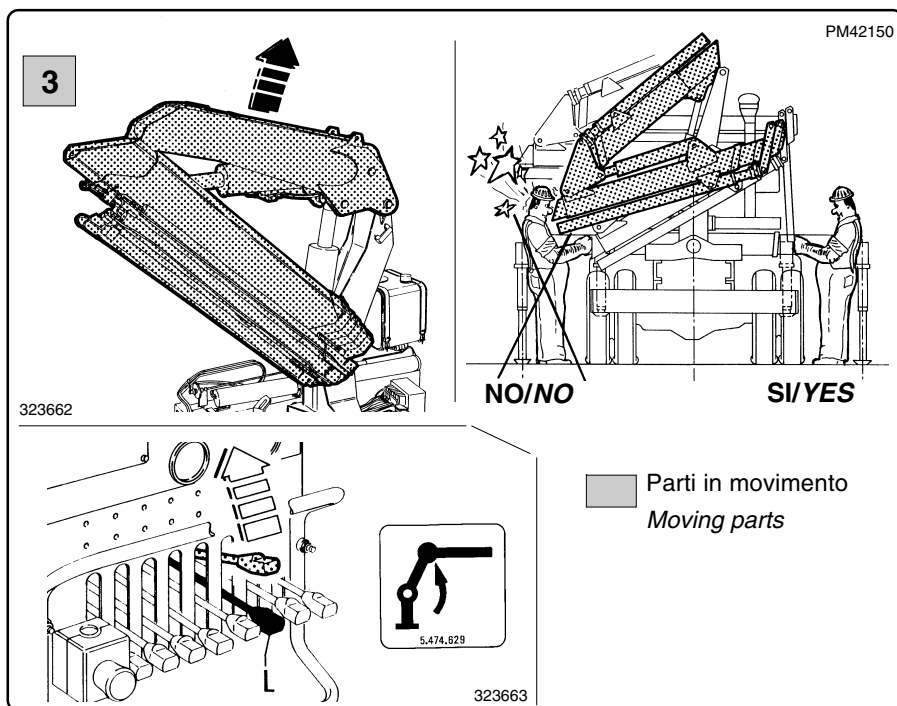

fig. 6.8.4
- 3** Azionare verso l'alto il comando del martinetto colonna (leva "L"), facendo attenzione agli ingombri, sino ad ottenere la completa apertura della gru (fig. 6.8.4).
- 3** *Activate the column cylinder up, lever "L", taking care to avoid obstacles, until the crane is fully opened (fig. 6.8.4).*
Il movimento del braccio in apertura e chiusura potrebbe causare infortunio all'operatore pertanto comandare i movimenti dal lato opposto all'apertura della gru (fig. 6.8.4).
The movement of the boom when opening and closing could endanger the operator. It is therefore recommended to control the movements on the opposite side of the crane (fig. 6.8.4).